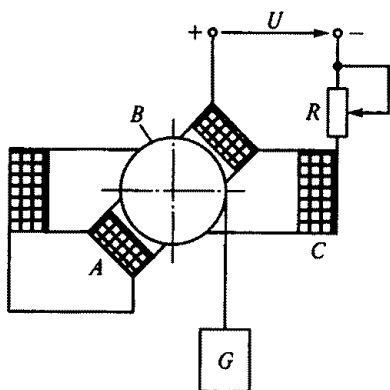

Рис. 55
2.30. Подвижная катушка A находится внутри неподвижной катушки C (рис. 55). На оси катушки A укреплен блок B , к которому подвешен груз G . При указанном на рисунке положении движка реостата R груз находится в покое. Что будет происходить с грузом, если движок реостата переместить вниз?